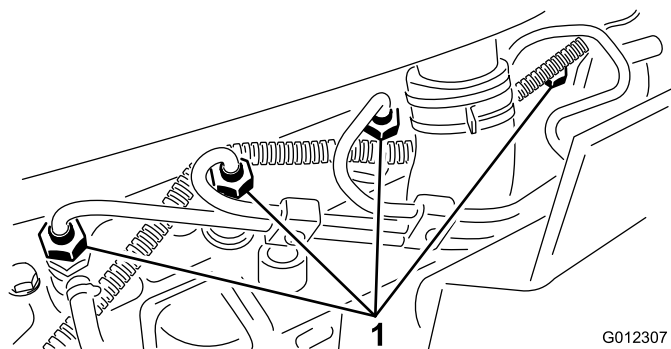

Figure 34
1. Desserrez le raccord entre l'injecteur N° 1 et le porte-injecteurs (Figure 34).